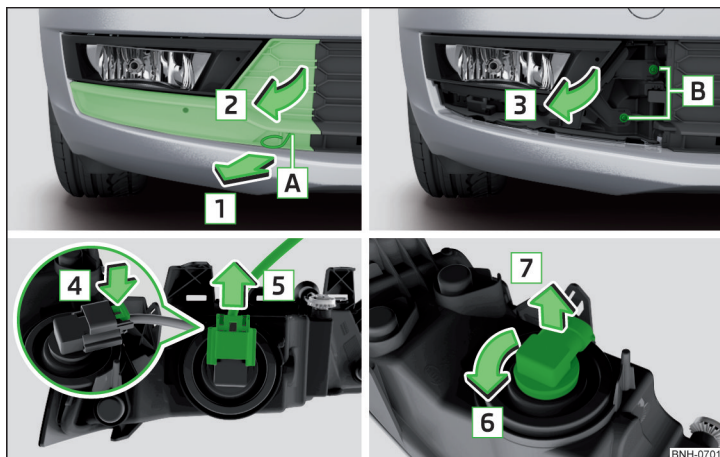

Abb. 269 Nebelscheinwerfer herausnehmen / Glühlampe wechseln
- › In die Öffnung **A** » Abb. 269 den Bügel zum Abziehen der Radvollblenden einführen.
- › Den Nebelscheinwerfer entgegen der Pfeilrichtung **3** » Abb. 269 einsetzen und festschrauben.